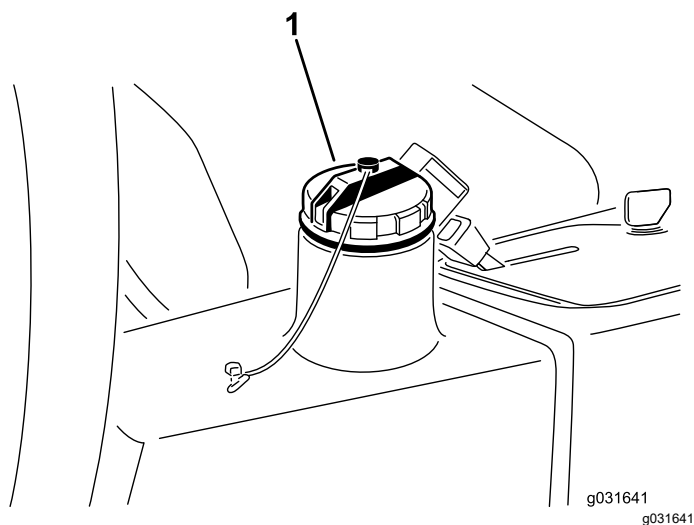

图 66
4. 向液压油箱图 66注入约 13.2L 液压油请参阅 液压油规格 (页码 51)和 检查液压油油位 (页码 51)。